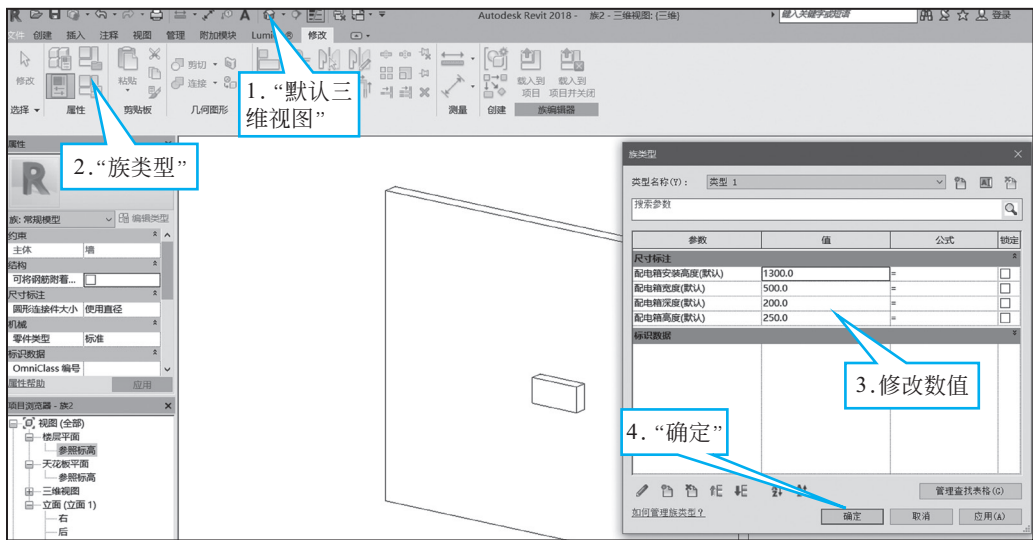

图 1-12 修改参数
(6) 根据图纸要求需要绘制一个宽度为“500”、高度为“250”、深度为“200”、安装高度为“1300”的配电箱主体。单击“默认三维视图”→“修改”→“族类型”→单击各个尺寸标注后面的值→修改为图纸要求的值→逐一修改，最终效果如图 1-12 所示。